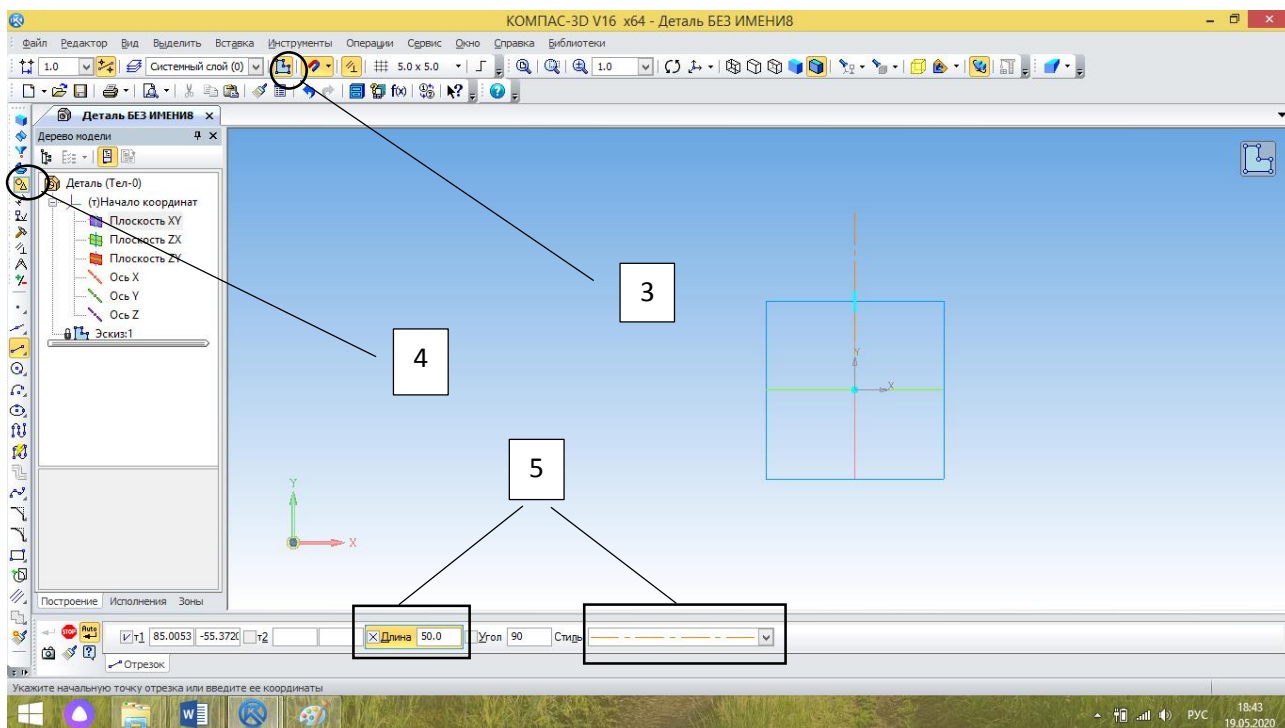

Рисунок 18 – Построение вертикального отрезка стилем Осевая из начала координат длиной 50мм
7. постройте вертикальный отрезок стилем Осевая из начала координат длиной 50мм (рисунок 18);